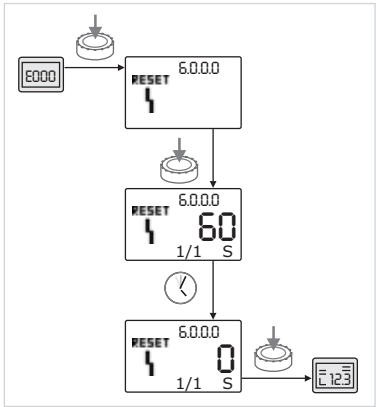

Fig. 57: Confirmar o tipo de avaria A ou D
- Se ocorrerem avarias do tipo A ou D, confirmar da seguinte forma (Fig. 57):